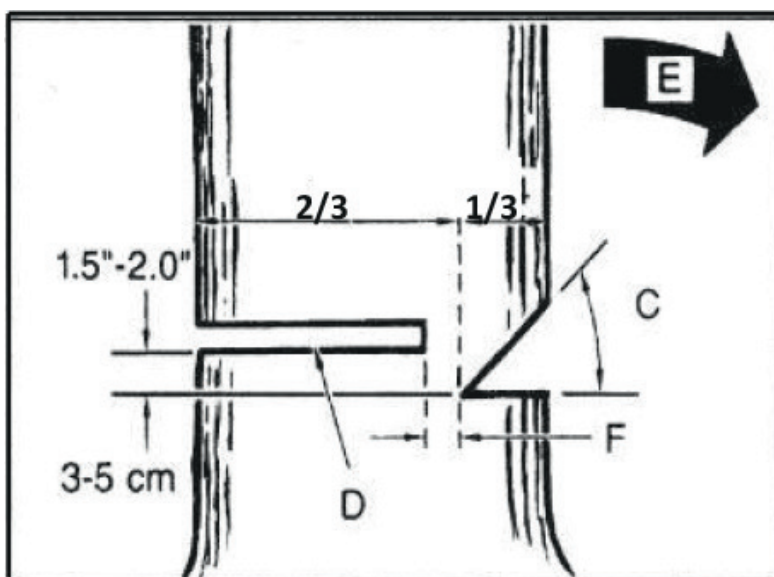

Рис.4
Сделайте основной пропил (D) с другой стороны дерева и на 38-50 см выше края надреза (C). (Рисунок 4)